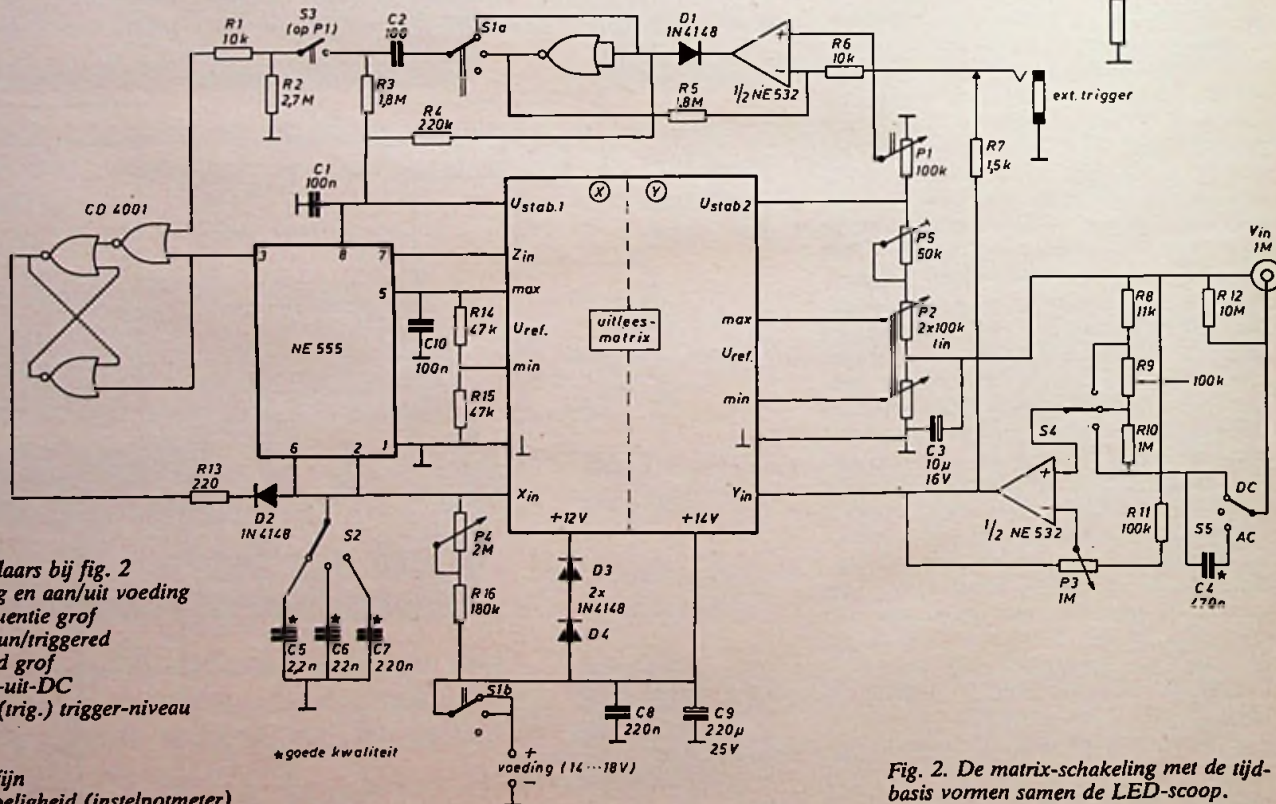

Fig. 2. De matrix-schakeling met de tijdbasis vormen samen de LED-scoop.
- Regelaars/schakelaars bij fig. 2